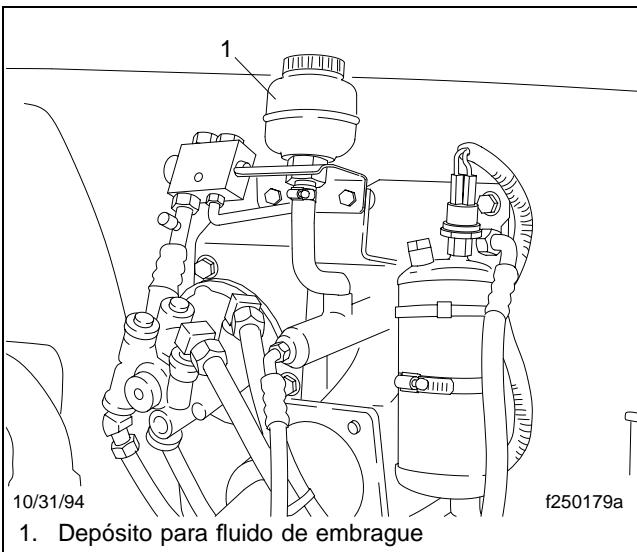

Figura 9.6, Revisión del nivel de fluido del embrague
14. Revise el nivel de fluido en el depósito de fluido del embrague (**Figura 9.6**).